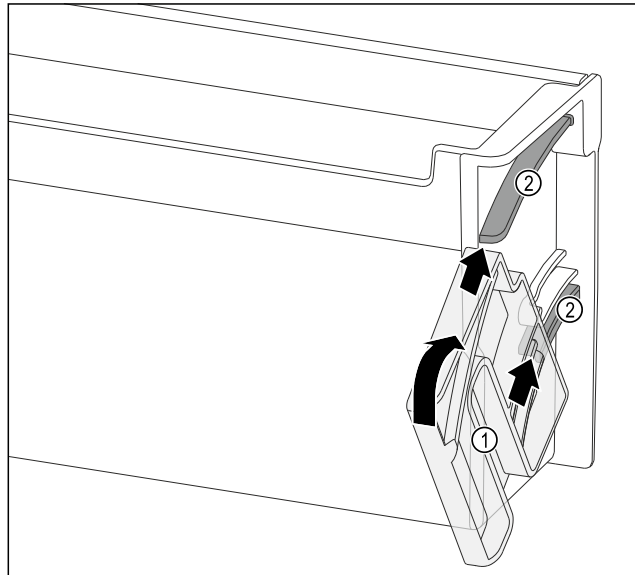

Fig. 125
- ▶ Dreheinheit Fig. 125 (1) so positionieren, dass die Aussparungen genau gegenüber den Führungskanälen Fig. 125 (2) des Türabstellers liegen.
- ▶ Dreheinheit Fig. 125 (1) in die angegebene Richtung drehen.